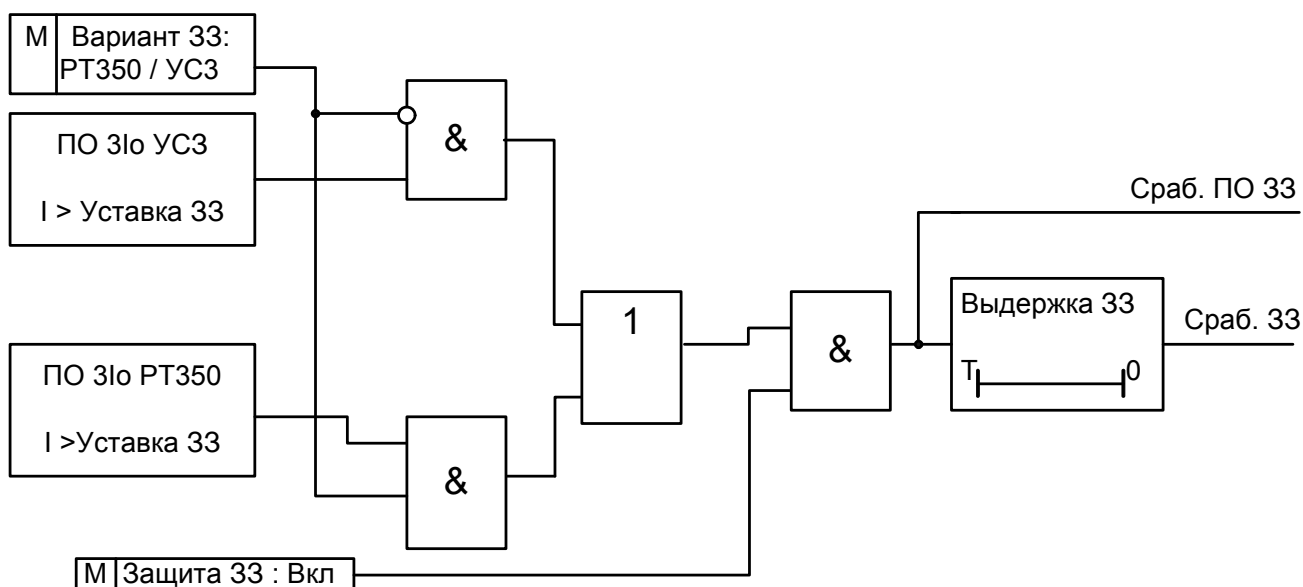

Рис. 13 Функциональная схема блока защиты от замыканий на землю
2.5.4 На рис.13 приведена схема защиты от замыканий на землю.